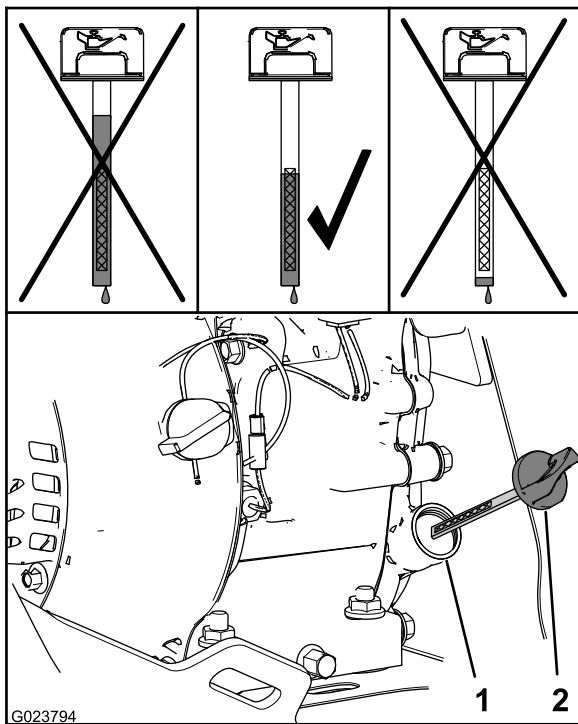

Figure 24
- Sortez de nouveau la jauge et vérifiez le niveau d'huile (Figure 24).
**Remarque:** Le niveau d'huile doit atteindre le haut du repère sur la jauge (Figure 24).
- A. Versez de l'huile spécifiée dans le goulot de remplissage (Figure 24).